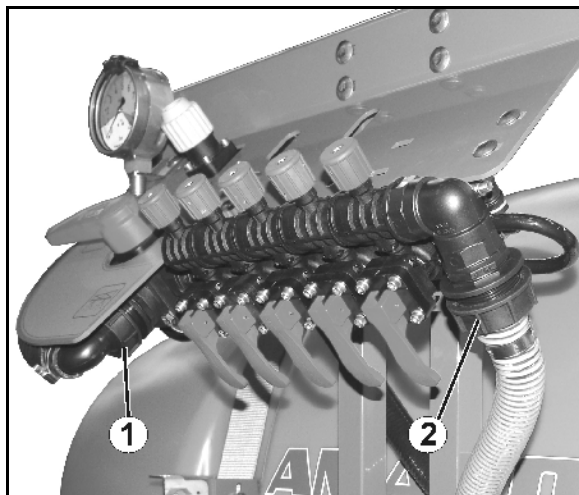

Fig. 126
1. Soltar la tuerca de racor de la manguera de alivio de presión (1) y retorno (Fig. 126/2) y dejar salir la cantidad residual.